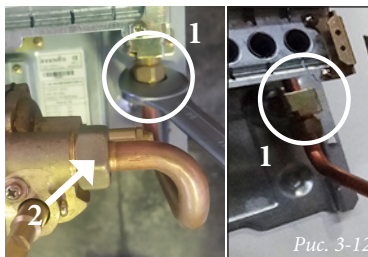
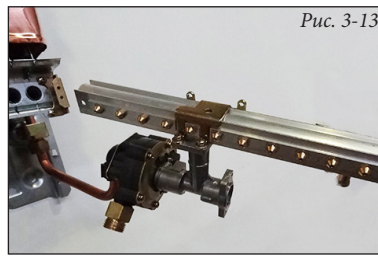
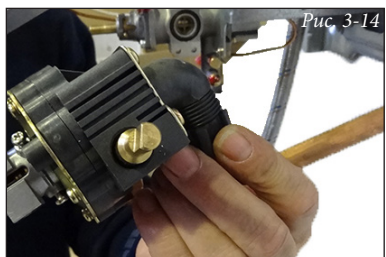
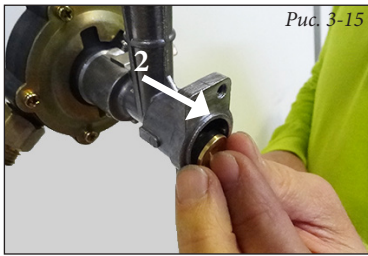

Рис. 3-12
Рис. 3-13
Рис. 3-14
Рис. 3-15
- ослабьте крепление трубки, как показано на Рис. 3-12 (часть 1), и переместите блок воды/газа и газовую ramпу вправо, как показано на Рис. 3-13;
- отсоедините блок воды/газа и газовую ramпу от стойки подачи воды на Рис. 3-14 и Рис. 3-12 (часть 2) и одновременно извлеките большую пружину и пружину модулирующего клапана (Рис. 3-15);